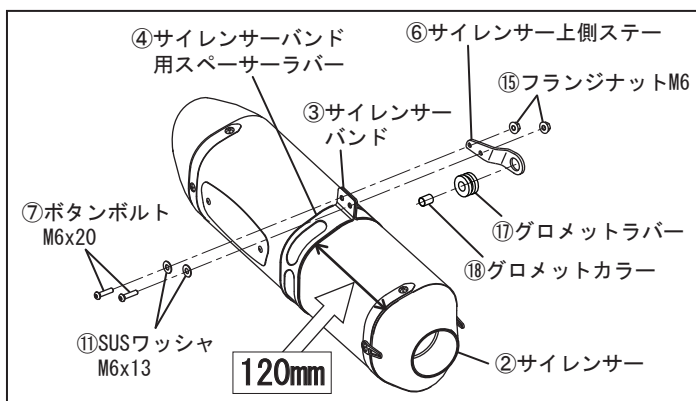

FIG. 9
8. ⑥サイレンサー上側ステーに⑪グロメットラバーと⑫グロメットカラーを取り付けて下さい。次に、③サイレンサーバンドに④サイレンサーバンド用スペーサーラバーを取り付けてから②サイレンサーに通し、⑦ボタンボルトM6×20、⑪SUSワッシャM6×13、⑮フランジナットM6を使用して、サイレンサーカバー前端からサイレンサーバンド前端まで120mmの位置で⑥サイレンサー上側ステーを仮締めして下さい。(FIG. 9, 10参照)